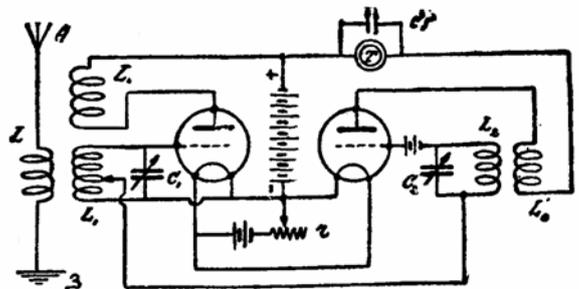

Рис. 86.
5. Сверх-регенеративный приемник (см. рис. 86) или двойной регенеративный.
Для этого чаще всего прерывают собственные колебания с окончанием сигнала тем, что на сетку регенератора периодически дают то положительный, то отрицательный заряд. Этим можно предотвратить в определенные моменты возможность существования собственных колебаний регенератора даже при сильной связи и использовать, таким образом, явление регенерации полностью. Практически это осуществляется схемой рис. 86.